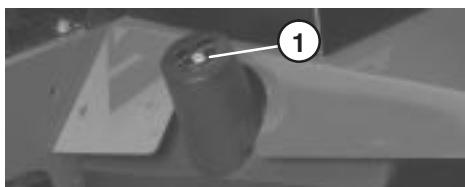

Figure 19
2. Nettoyez la surface autour du goulot de remplissage et du bouchon du réservoir hydraulique (Fig. 19). Enlevez le bouchon du goulot de remplissage.